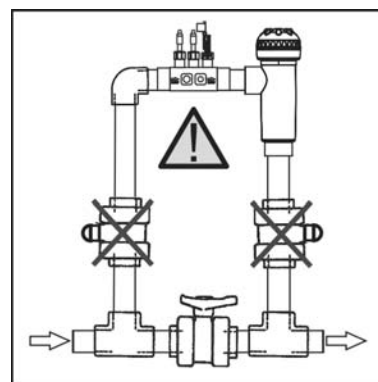

Fig. 4
1. Incollare il porta-sonde in dotazione su un tratto della tubazione situato in prossimità dell'ingresso della cellula d'elettrolisi. Il porta-sonde dovrà essere installato in posizione orizzontale rispetto al pavimento (Fig. 4), in modo che i entrati filettati (1/2" - 3/8") siano sempre accessibili per l' impianto posteriore dell'iniettore della pompa dosatrice e la presa di terra (facoltativa).